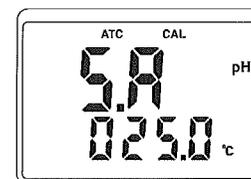
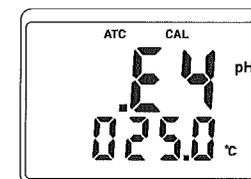

図7
図8
- (6) 再度CALボタンを2秒以上長押しすると"SA"と"E4"表示が順に現れpH4の校正が終了します。(図7、図8)